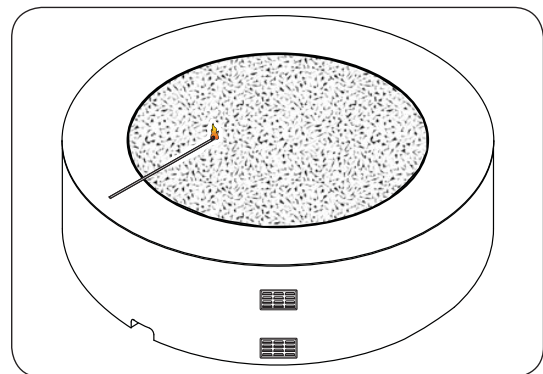

Fig. 32-1
- 3. Poser une allumettes à tige longue éclairé sur la surface des médias décoratifs près du brûleur (**ne pas tenir le match en main**) ou utiliser un briquet au butane long cou éclairé (Fig. 32-1).